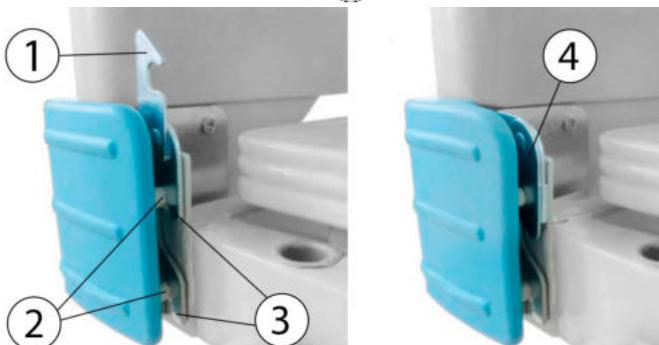

Рис. 7 Схема установки изножья/изголовья
12. Вставьте крючки **(2)** в основании изножья на специальные штифты **(3)**, установленные на раме кровати, и поворотом рычажных планок **(1)** зафиксируйте изножье на штифтах **(4)** (см. Рис. 7).